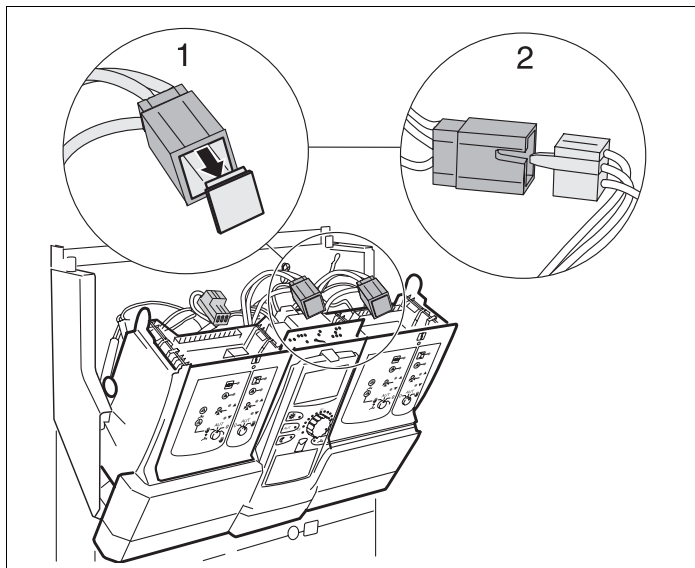

Fig. 8 Collegamento a rete dell'alloggiamento 2
- Togliere lo spinotto cieco (vedi ingrandimento 1 nella fig. 8) del connettore a tre poli (basetta di cablaggio).
- Inserire la spina di collegamento modulo da 230 V nel connettore a tre poli (vedi ingrandimento 2 nella fig. 8).